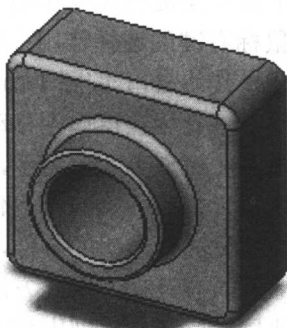
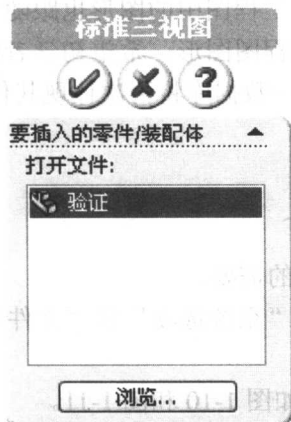

图 1-4 模型 tutor1
图 1-7 标准三视图属性管理器
为了较好地体会键盘和鼠标的作用,应该先打开一个 SolidWorks 文件。建议打开“安装目录\samples\tutorial\designtables\tutor1”,如图 1-4。根据下面的提示体验键盘和鼠标中各个键的作用。
选择上述按钮可以立即在图形区域中观察到显示方式的变化。使用者只要在某个按钮上点击一下,即可看到显示效果的变化。其中剖视显示需要选择一个与模型相交的平面。例如选择上视基准面或右视基准面,可将模型按照剖视的方式显示。模型显示虽然只有一半,实际模型仍然是一个整体。此显示方式只是为了方便观察形体的内部结构。再次点击剖视显示按钮,可关闭剖视显示方式,恢复显示完整的模型。斑马条纹和曲率用于观察模型表面是否光滑连续等。realview 图形可显示出逼真的材质。必须要有符合要求的显示卡,才能显示出 realview 图形。建议初学者利用图 1-4 所示的模型,验证一下各个按钮的作用,这对以后的熟练操作有较好的帮助。
点击前,模型上有部分图线改变颜色,同时光标上跟随显示出当前可选择的是面、线或点,此时点击,被选择的部分就是这个预显示的项目。初学者可利用图 1-4 所示的模型,
● 鼠标右键的选择作用：将光标移动到模型上右击，在弹出菜单中点击选择“其他”，可弹出选择其他窗口(如图 1-6)。窗口中显示若干个模型中的项目，将光标在窗口中移动，移到某个项目上时，对应的项目在模型上变色显示，此时点击即可选择该项目。这些项目包括可见的，也包括不可见的，可以想象在右击的部位观察透明的零件，所有在该位置上能看见的项目都可以被选择。用此方法，可以轻松选择那些不可见的项目，特别是模型内部的面、线或点。熟悉此方法，可有效提高选择的效率。初学者可利用图 1-4 所示的模型，验证一下鼠标右键的选择作用。
(1) 打开“安装目录\samples\tutorial\designtables\tutor1”，如图 1-4。为了方便检验，可将文件另存为“验证”，路径放置在桌面。
(2) 选择建立新文件。建立一个工程图文件。在弹出的工程图格式/大小对话框中选择“自定义图纸大小”，“确认”，进入图纸文件窗口。
(3) 选择下拉菜单“插入”、“工程图”、“标准三视图”，显示标准三视图属性管理器，如图 1-7。